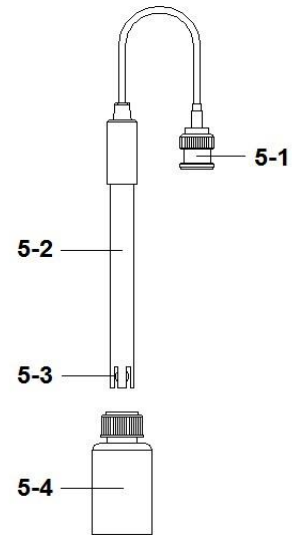

Fig. 2
2. Tilslut pH elektroden (valgfri) (5-1, Fig.2) til instrumentets pH indgang (BNC fatning) (3-16, Fig.1)
5. Hold på elektrodens skaft (5-2, Fig. 2) og nedsæk probet (5-3, Fig. 2) helt ned i væsken og ryst den lidt.
NB! Når pH elektroden ikke er i brug skal probet (5-3, Fig.2) i "opbevarings flasken" (5-4, Fig. 2).